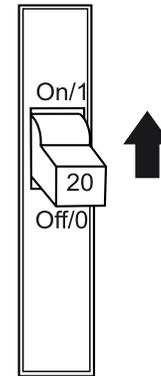

Figure 56. Disjoncteur GFCI
2. Placez le **disjoncteur GFCI** (Figure 56) en position **ON**.